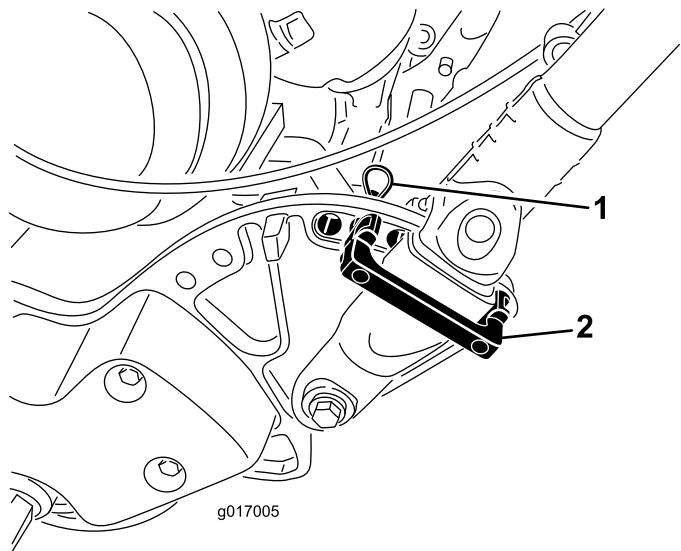

Figura 24
1. Togliete la coppia a forcina dai fermi della stegola (Figura 24) da ciascun lato del tosaerba.
2. Sostenete la stegola, togliete la coppia a forcina da ciascun lato, quindi ruotate la stegola nella posizione operativa desiderata (Figura 24).